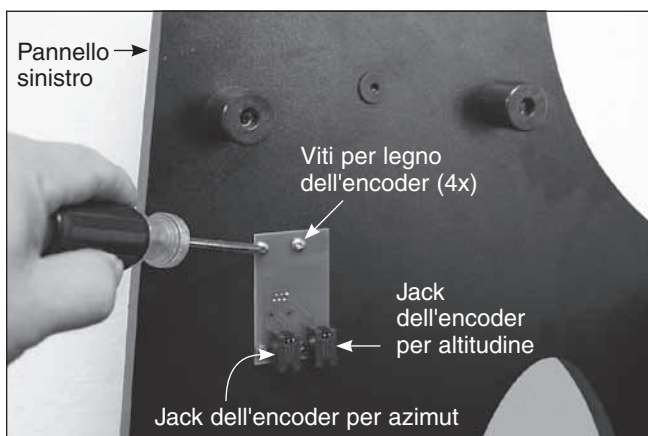

Figura 10. Fissare la scheda di connessione dell'encoder al pannello sinistro con le quattro viti di montaggio della scheda dell'encoder.
15. Fissare la scheda di connessione dell'encoder alla superficie interna del pannello laterale sinistro. Questa scheda è nella scatola del tubo ottico. Appoggiare la scheda contro il pannello sinistro in modo da inserire il jack modulare nel foro quadrato e, con un cacciavite a croce, avvitare e serrare le quattro viti per legno dell'encoder attraverso la scheda di connessione nei fori pilota predisposti del pannello sinistro (Figura 10).
19. Collegare un'estremità del cavo dell'encoder per l'azimut (il più corto tra i due cavi piatti nel kit del dispositivo IntelliScope) al jack dell'encoder nella piastra base superiore della base Dobson. Collegare l'altra estremità alla scheda di connessione dell'encoder installata sul pannello laterale sinistro della base, inserendolo nel jack sul lato sinistro della scheda di connessione dell'encoder (Figura 10).
20. Collegare un'estremità del cavo dell'encoder per l'altitudine (il più lungo tra i due cavi piatti nel kit del dispositivo IntelliScope) al jack modulare nel gruppo dell'encoder per l'altitudine. Collegare l'altra estremità del cavo dell'encoder per l'altitudine al jack sul lato destro della scheda di connessione dell'encoder (Figura 10).